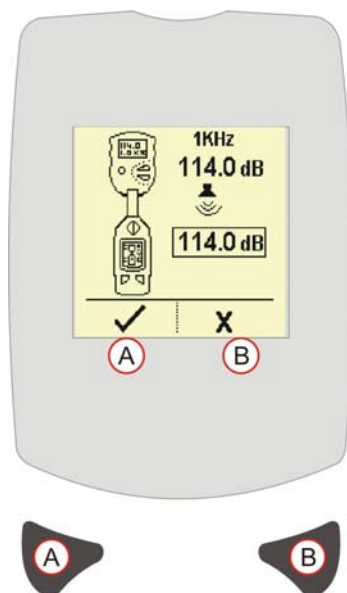

Рис. 5 Режим калибровки
4. Вставьте микрофон в гнездо акустического калибратора до упора. Прибор автоматически распознает тональный сигнал (на частоте 1 кГц) калибратора и переходит в Режим калибровки (см. Рис. 5).